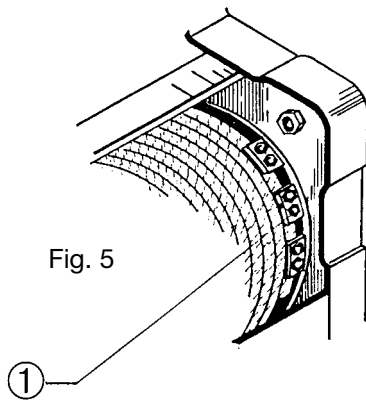

Fig. 5
**!** Para el desmontaje del cable: extraer la cuña extremo fijo (Fig. 4), después quitar el extremo del cable de la abrazadera y extraer el cable de las poleas del motón y del posible reenvío. Desenrollar completamente el cable del tambor pulsando el botón "descenso" del teclado de mando, hasta el extremo del tambor. Aflojar los cables de fijación de las abrazaderas del cable (Fig. 5).
**Montaje del cable nuevo:** introducir el cable en la última abrazadera de fijación sacando aproximadamente 40 mm el extremo del cable; apretar los tornillos de la abrazadera (Fig. 5 - pos. 1) apretando el cable hasta que quede aplastado y fijar las demás abrazaderas. Pulsar el botón de subida del teclado de mando y, manteniendo el cable tenso, enrollarlo hasta la mitad del tambor para permitir el montaje de la anilla de guía de cable correspondiente.